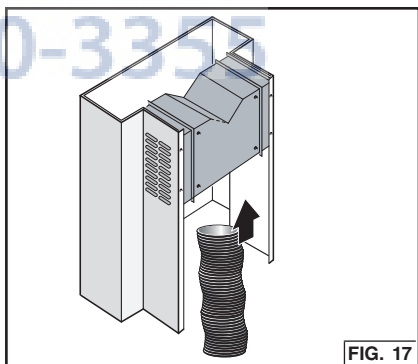

FIG. 17
4. Fixez la canalisation extensible de 12 cm (5 po) au collecteur et collez le joint avec de l'adhésif pour canalisation en aluminium. Fig. 17.